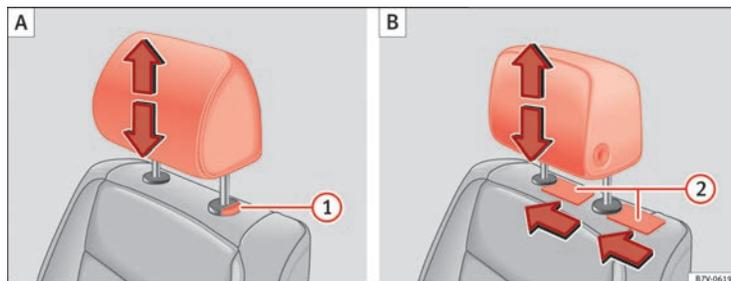

Fig. 86 A : Montage des appuie-tête sans possibilité de réglage en longueur, B : Montage des appuie-tête avec possibilité de réglage en longueur.
- Retirez l'appuie-tête en appuyant complètement sur le bouton ⇒ fig. 86  A.